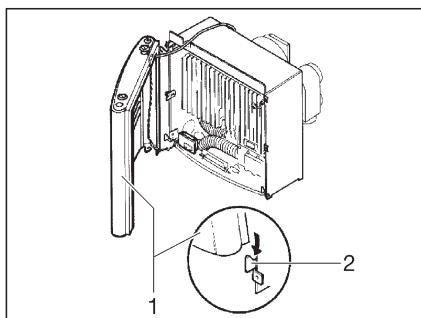

Fig. 108 Habillage du chauffage, pattes de retenue
- Monter l'habillage du chauffage. Pour ce faire placer l'habillage (Fig. 108,1) sur les pattes de retenue inférieures (Fig. 108,2).